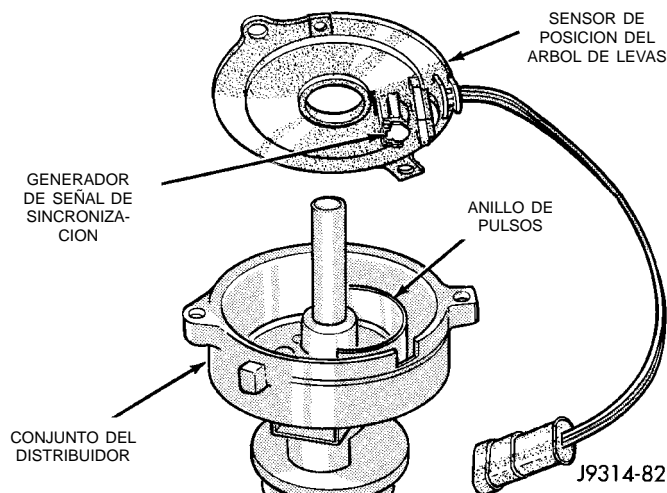

Fig. 32 Sensor de posición del árbol de levas—Característico (se ilustra el motor de 5.2L/5.9L)
El sensor de posición del árbol de levas está situado en el distribuidor de todos los motores de 4.0L 6 cilindros y de 5.2L/5.9L V-8 (Fig. 32).
- (1) Motores de 5.2L/5.9L: Retire el tubo del depurador de aire, situado en el cuerpo de mariposa del acelerador.
- (2) Desconecte el cable negativo de la batería.
- (3) Retire la tapa del distribuidor (dos tornillos).
- (4) Desconecte del mazo de cableado del motor el mazo de cableado del sensor de posición del árbol de levas.
- (5) Retire el rotor del distribuidor del eje del distribuidor.
- (6) Levante el conjunto del sensor de posición del árbol de levas de la caja del distribuidor (Fig. 32).